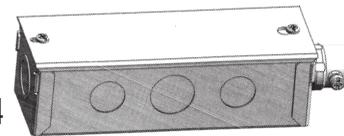

Fig. 4
- Lorsque fournie séparément, fixer la boîte de dérivation (figure 4) au conduit d'énergie à l'aide de l'adaptateur approprié.